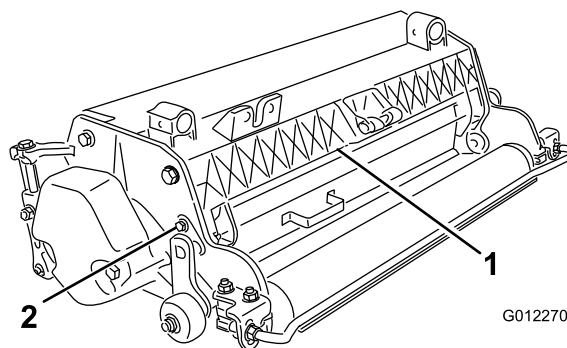

Figure 5
1. Desserrez les boulons sur le pivot du déflecteur d'herbe (Figure 5).
2. Tournez le déflecteur d'herbe à la position de réglage voulue et serrez les boulons (Figure 5).